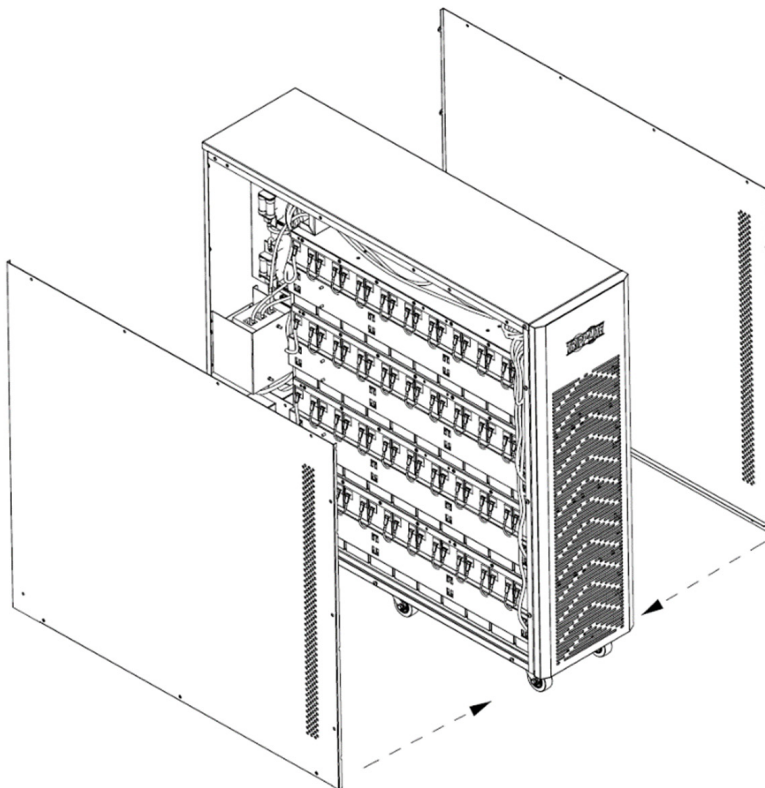

Figura 5-29
41. Vuelva a instalar las placas del lado derecho y del lado izquierdo (Figura 5-29).